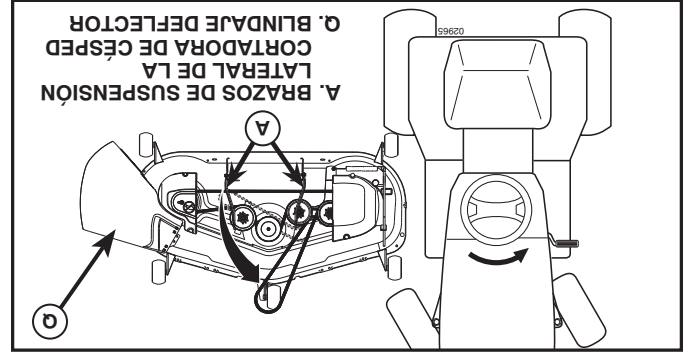

Fig. 26
4. DESLICE LA CORTADORA DE CÉSPED DEBAJO DEL TRACTOR (Vea Fig. 26)
- NOTA: asegúrese de que los brazos de suspensión lateral de la cortadora de césped (A) estén orientados hacia adelante antes de deslizar la cortadora de césped debajo del tractor.